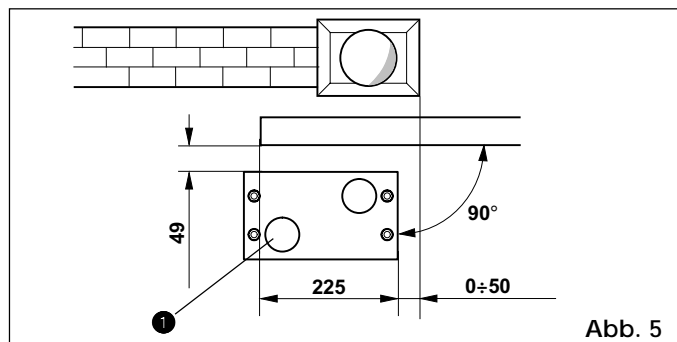
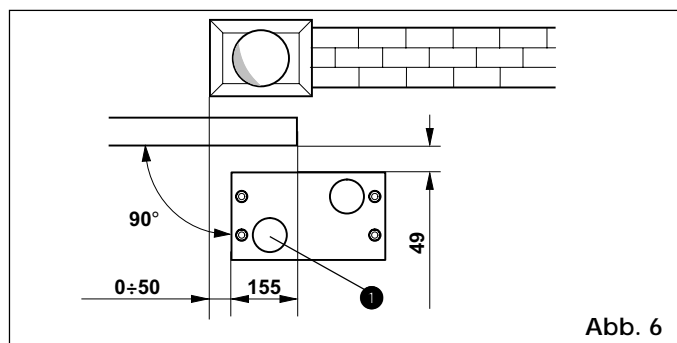

Abb. 5
Abb. 6
- 2) Die Anbringung der Fundamentplatte muß nach Angaben von Abb. 5 (Schließung rechts) bzw. Abb. 6 (Schließung links) erfolgen, damit Ritzel und Zahnstange vorschriftsmäßig eingreifen.